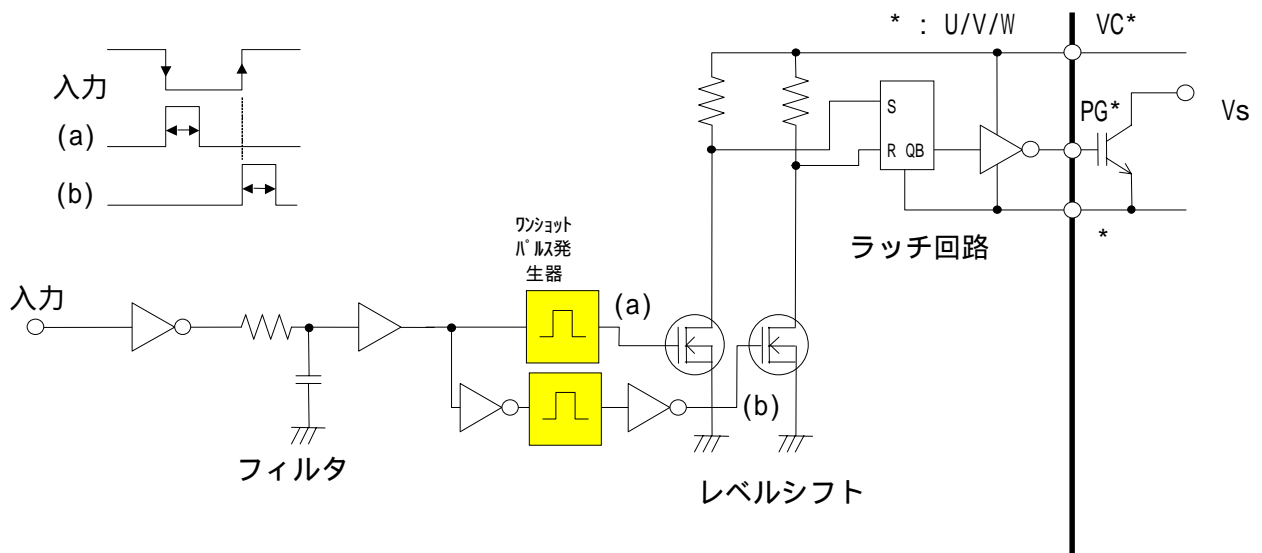

図4．上アーム駆動回路の構成
- 上アーム制御回路は、【外部出力素子の出力電圧降下 + 制御電圧 V_{cc} 】のフローティング電圧で動作します。レベルシフト回路は、GNDレベルを基準とした入力信号をフローティング電位となる各相出力電圧を基準とした上アーム駆動信号に変換します。IC内部では、レベルシフト回路の消費電流を減らすために、上アーム入力信号のエッジトリガによるラッチ回路構成となっています。図4に上アーム駆動回路の構成を示します。